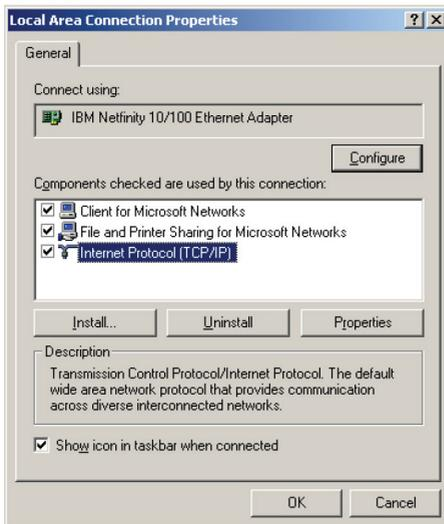

Рис. 4. Окно свойств локального подключения
5. Выберите протокол интернета (Internet Protocol (TCP/IP)) (см. **рис. 4**) и щелкните на кнопке Properties (Свойства).